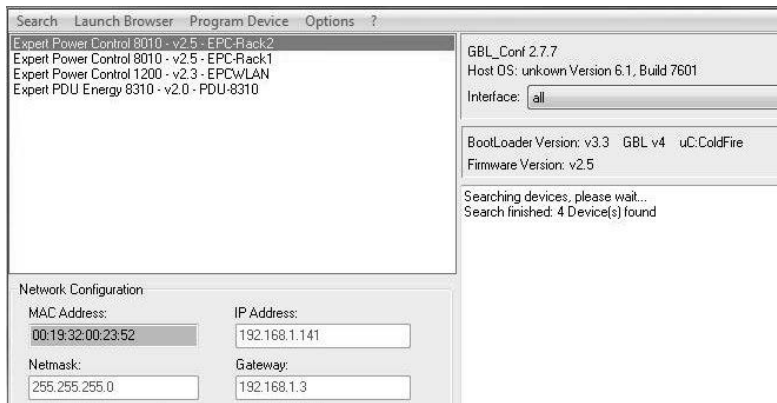

Fig. 2. Tutti i dispositivi trovati nel programma di configurazione GBL_Conf.
- ① Aprire GBL_Conf. Tutti i dispositivi nella rete appariranno nella finestra a sinistra come mostrato nella fig. 2.
- ② Fare doppio clic sul nome del dispositivo. Avverrà il reindirizzamento automatico all'interfaccia web del dispositivo nel proprio browser web.